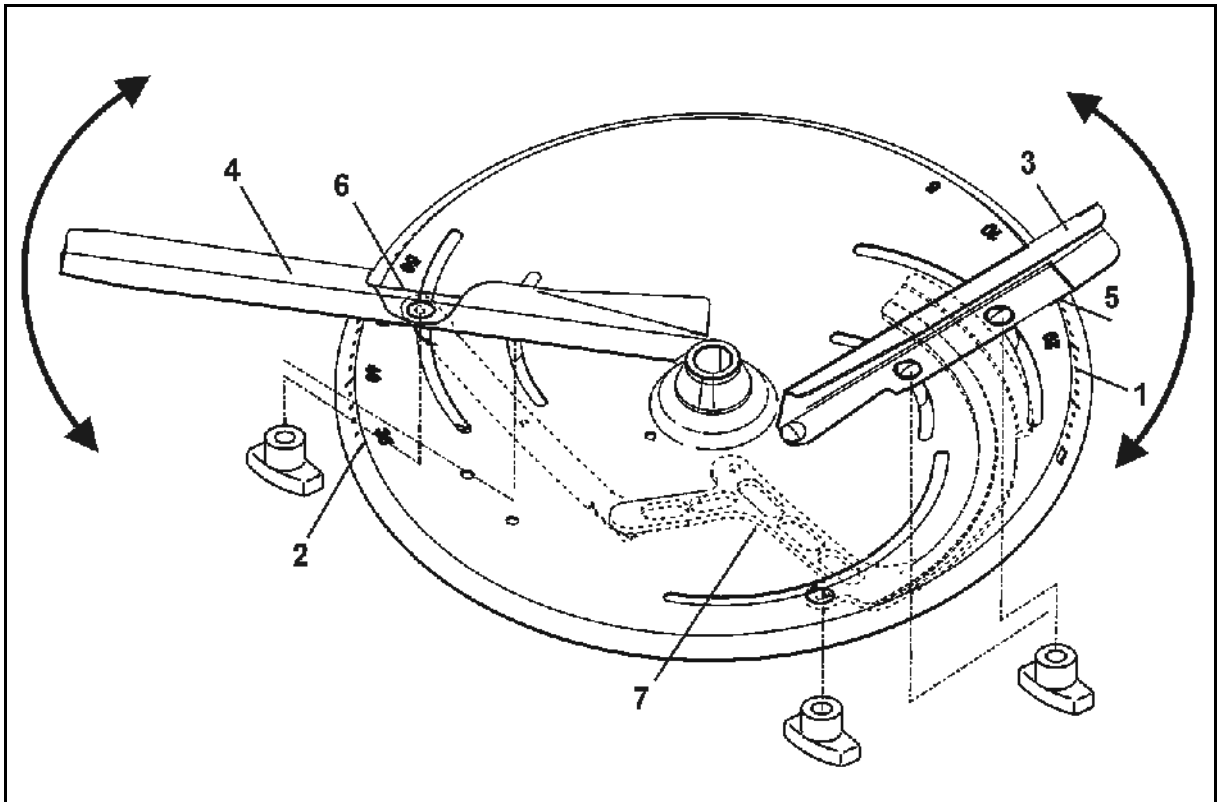

Bild 60
För en exakt, verktygslös inställning av de enskilda spridarskovelinställningarna finns det på varje spridarskovel två helt olika skalo (Bild 60/1 och Bild 60/2) angeordnet.
- Den kortaste spridarskoveln (Bild 60/3) är för skalan (Bild 60/1) med värden från 5 till 28 och den längre spridarskoveln (Bild 60/4) för skalan (Bild 60/2) med värden från 35 till 55.
- För den korta spridarskoveln (Bild 60/3), läs av inställningsvärdet på avläsningskanten (Bild 60/5).
- För den långa spridarskoveln (Bild 60/4), läs av inställningsvärdet på avläsningskanten (Bild 60/6).
- Att svänga spridarskoveln till ett högre talvärde på skalan (Bild 60/1 resp. Bild 60/2) ger en ökning av arbetsbredden.